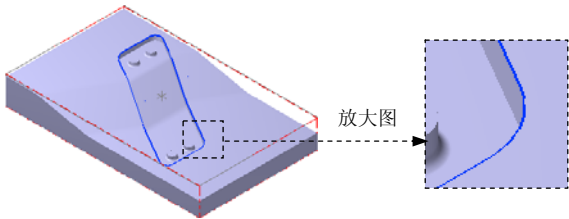

图 14.11 创建其余边界
(3) 单击  按钮完成指定边界 1 的创建。
Step2. 参照上一步创建其余的边界，结果如图 14.11 所示。